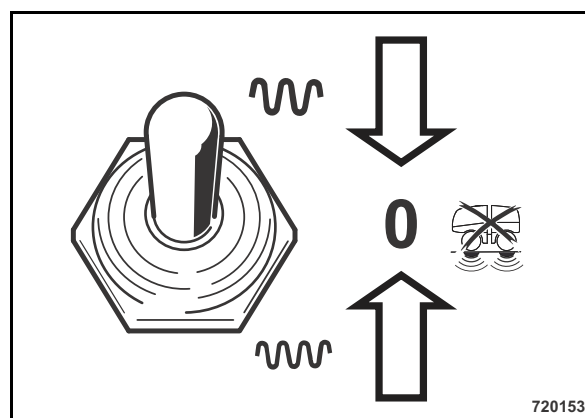

Рис. 32
- Переключить тумблер вибрации (Рис. 32) в положение "0".